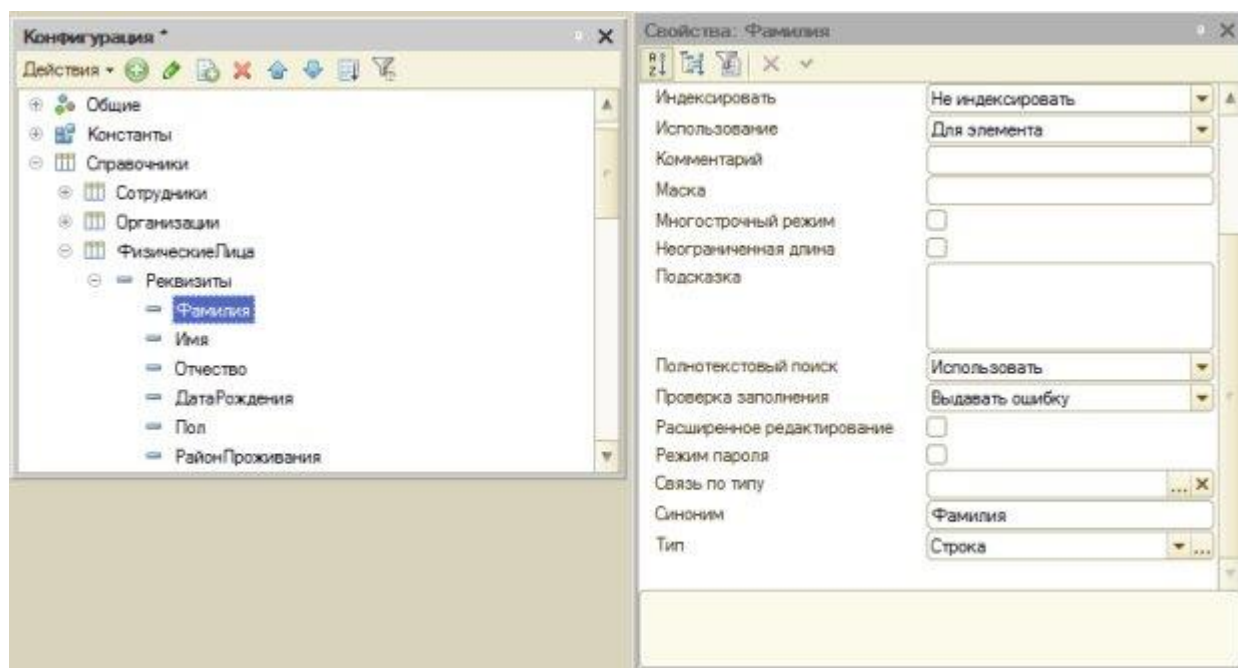

Рисунок 4.2- Настройка проверки заполнения
1.3 Проверку на незаполненность реквизита мы можем доверить и системе – для этого можно установить свойство **Проверка заполнения** для нужных реквизитов в значение **Выдавать ошибку**, делается это в списке реквизитов объекта в окне редактирования объекта или в дереве конфигурации, Рисунок 4.2. Не будем включать проверку заполнения, выполним ее и еще некоторые проверки самостоятельно.